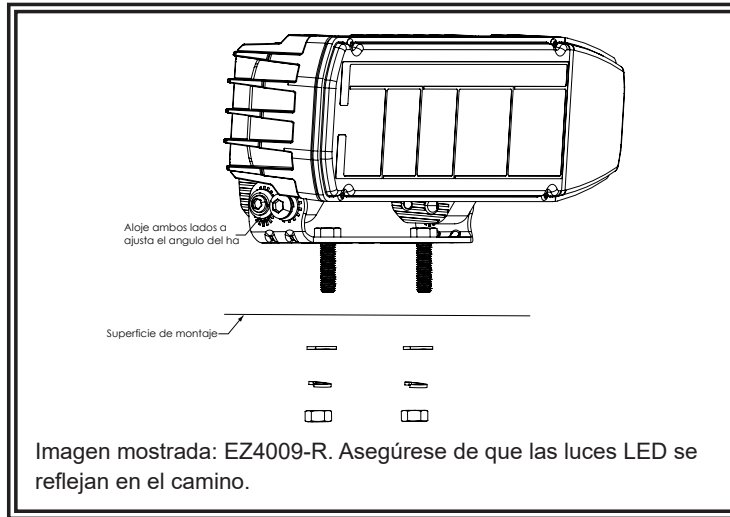

FIGURA 1
2. Asegure el cabezal de luces con la tornillería incluida con se muestra en la Figura 1. Ajuste el ángulo del haz según sea necesario antes de asegurarse de que toda la tornillería está apretada.